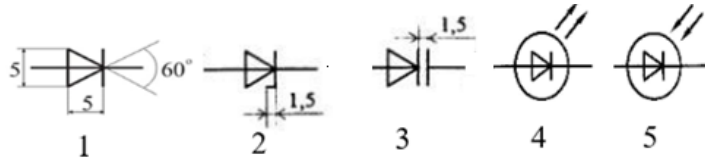

Рис. 7 Условные обозначения полупроводниковых диодов
**Вопрос 14.** Выберите вариант с правильными схемными обозначениями полупроводниковых диодов (рис. 7).